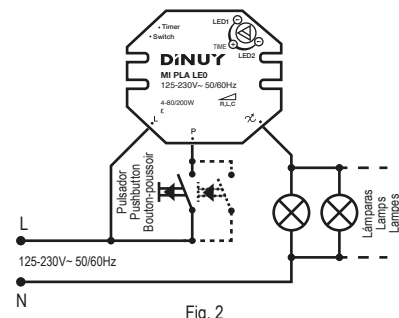

Fig. 2
- Esquema 1 (Fig. 2): Instalación a "3 hilos" sin Neutro. Al accionar el pulsador, la lámpara se enciende durante la temporización establecida.
- Wiring 1 (Fig. 2): "3-wire" installation without N-wire. When the pushbutton is pressed, the lamp is switched-on for the set time delay.